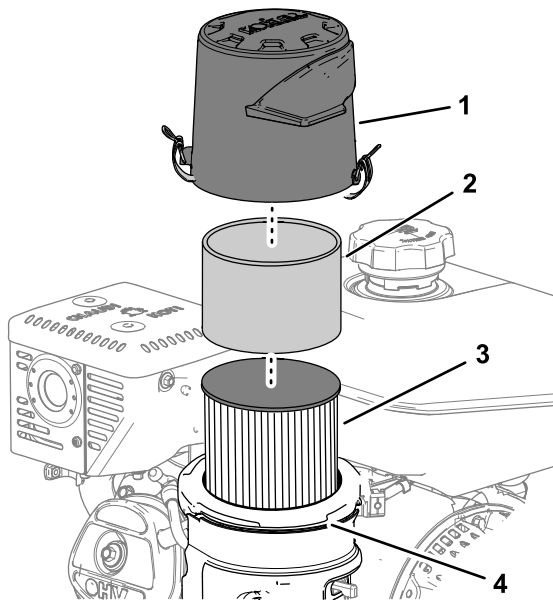

Figura 71
3. Retire la tapa y límpiela a fondo (Figura 71).
1. Separe el prelimpiador de espuma del elemento de papel (Figura 71).
1. Retire e inspeccione el elemento de papel del filtro de aire (Figura 71); si el elemento del filtro de aire está excesivamente sucio, cámbielo.
3. Instale el prefiltro de espuma sobre el elemento del filtro de aire (Figura 71).
4. Instale el filtro de aire en la base del filtro de aire (Figura 71).